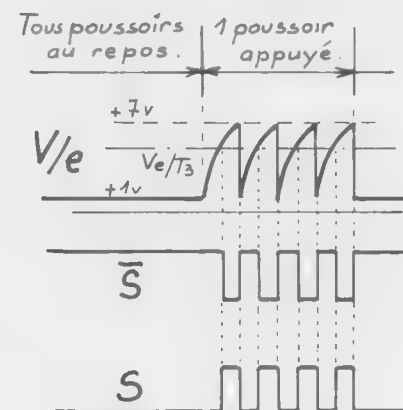

Fig. VI-22. — Signaux du codeur TFF8.
Cette tension est prélevée, à haute impédance par T_2 , monté en collecteur commun, puis appliquée à un écrêteur T_3 , dont l'émetteur est à un potentiel variable, de manière à sortir un signal rectangulaire de rapport cyclique égal à 1. (Voir fig. VI-22.)
• Si m de la platine HF est connecté à \bar{S} , la HF est rayonnée au repos car \bar{S} est au niveau haut. (Voir fig. VI-22.)